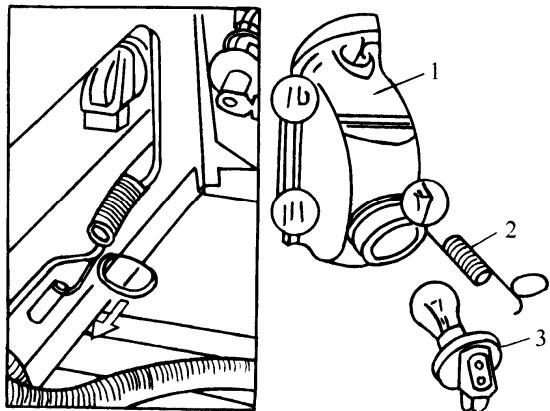

图 9-86 前转向灯的拆卸
- 2) 从发动机舱内脱开弹簧钩后，取出转向灯（图 9-86）。